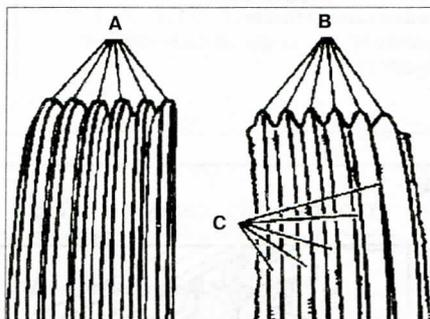

Рис. 1.2. Износ кромок клиновидных ребер ремня **B** и оголение корда в выемках ремня **C**.
- износ кромок клиновидных ребер ремня **B** и оголение корда в выемках ремня **C**; на новых ремнях ребра имеют трапециевидную форму **A** (рис. 1.2);